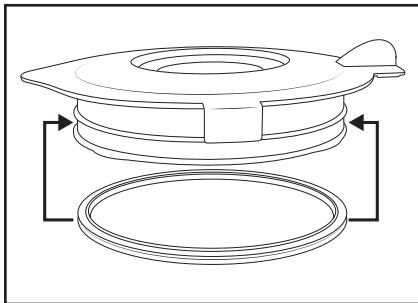

Fig. 3
- Rengør kun blenderkanden ③ med en opvaskebørste med langt skaft, så du ikke kommer til skade på knivene ④.
- Rengør påfyldningslåget ① og låget ② i en mild sæbeblanding. Ved rengøring med hånden kan du fjerne gummidækslen ⑨. Sørg for, at gummidækslen ⑨ sidder rigtigt, før du bruger låget ② igen (fig. 3).